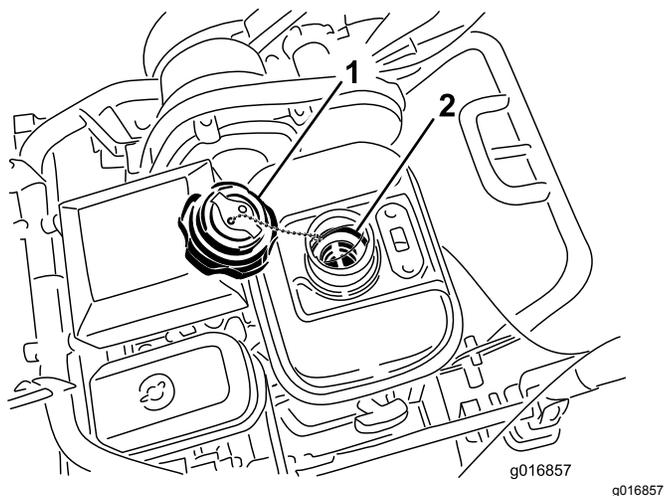

Figure 40
1. Dévissez et retirez le bouchon du réservoir de carburant (**Figure 40**).